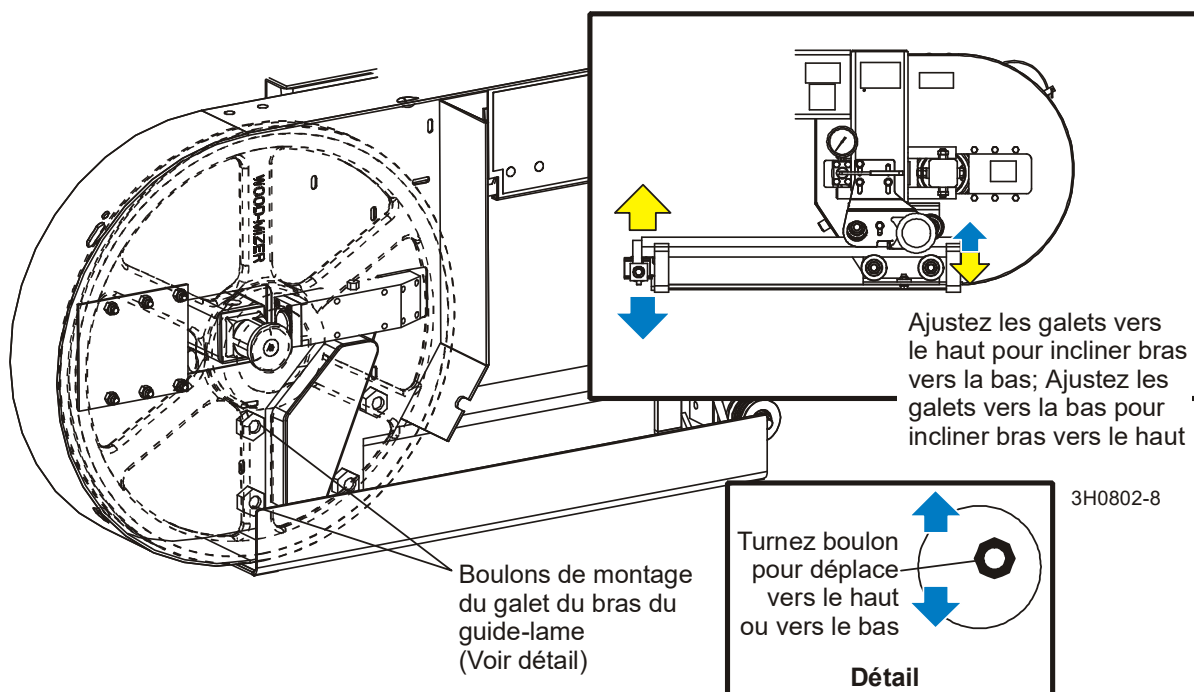

FIG. 7-35
**Voir Figure 7-35.** Enlevez le carter de protection de la lame pour avoir accès aux boulons de montage du galet du bras du guide-lame. Pour ajuster les galets, desserrez les contre écrous de l'autre côté du boîtier de la lame et tournez les boulons de montage. Pour incliner le bras du guide de lame vers le bas, ajustez les galets externes supérieurs et inférieurs vers le haut. Pour incliner le bras du guide de lame vers le haut, ajustez les galets externes supérieurs et inférieurs vers le bas. Resserrez les contre écrous et re vérifier l'inclinaison verticale du bras du guide de lame.